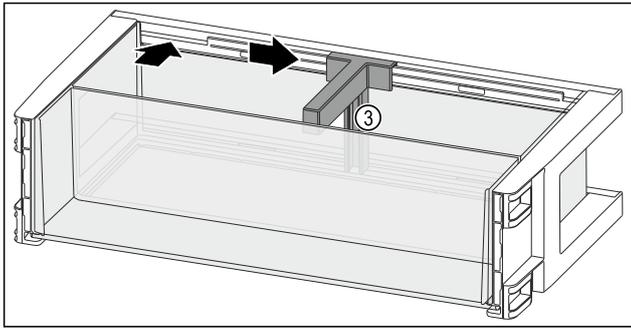

Fig. 113
- Insérer le porte-bouteilles Fig. 113 (3) dans l'évidement.
- Pousser le porte-bouteilles Fig. 113 (3) sur le côté en position souhaitée.